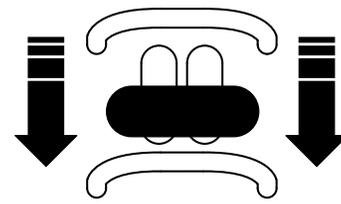

Рисунок 15
- Чтобы начать движение назад, переместите орган управления тягой назад (Рисунок 15).